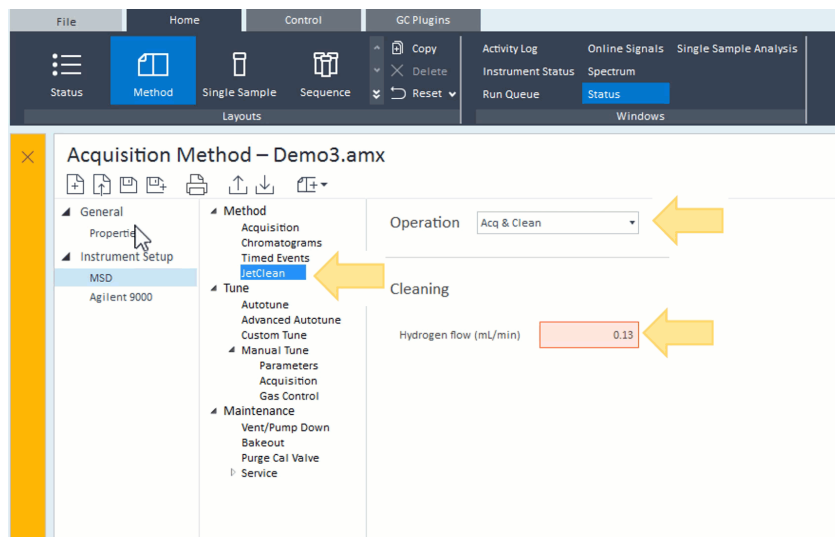

図 33. メソッド測定パラメータ
- c **[JetClean]** をクリックし、**[オペレーション]** ドロップダウンから、**[測定とクリーニング]** を選択します。MSD がガスフローコントローラをコンフィグレーションしていない場合、このオプションは使用できません。(図 33 を参照してください)。